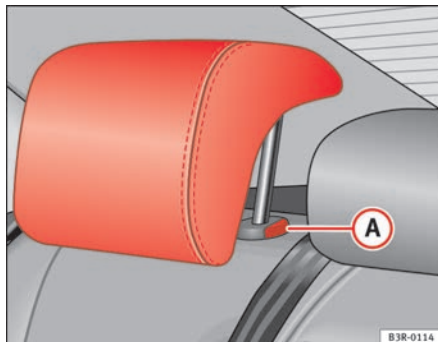

Fig. 5 Lugares laterais do banco traseiro: Encostos de cabeça
- Prima o botão **A** ⇒ **fig. 5** e desça o apoio de cabeça.
- Prima o botão **A** ⇒ **fig. 5** e, ao mesmo tempo, retire o encosto de cabeça.